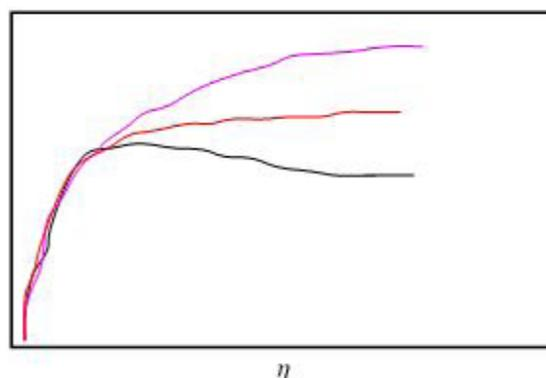

Figura 1. Curve di capacità di sistemi SDOF rispettivamente con ramo plastico incrudente (curve A), perfettamente plastico (curve B) e rammollente (curve C)
monodimensionale forza-spostamento, detta curva di capacità. La risposta statica è solitamente espressa in termini di taglio alla base e la deformazione è sintetizzata nello spostamento in sommità. Di fatto quindi, l'analisi della struttura di partenza è ricondotta a quella di un sistema ad un solo grado di libertà (SDOF) equivalente. In Figura 1 sono riportate tre curve di capacità tipiche, caratterizzate da un tratto iniziale elastico seguito da un comportamento post-elastico non lineare incrudente (curva A), perfetto (curva B) o degradante (C). Ovviamente nel caso di un sistema SDOF la curva di capacità è riconducibile immediatamente al legame costitutivo dello stesso. Nel presente lavoro è stato considerato il legame costitutivo rigido-plastico perfetto di una semplice colonna (sistema SDOF), valutando per via analitica, la risposta meccanica del sistema in relazione alle sue risorse plastiche, sviluppando le corrispondenti equazioni del moto. La forzante è un'onda quadra. Tale assunzione deriva dalla semplicità delle equazioni per poter ricavare una soluzione in forma chiusa. Si considerano solo effetti del primo ordine e le conseguenti equazioni sono da ritenersi valide in un comportamento assente da fenomeni di instabilità studiati già da altri autori. Il risultato ottenuto fornisce una criticità nel considerare il parametro "duttilità disponibile" nel senso classico del termine per strutture particolarmente rigide. Infatti si vedrà come esso non rappresenta il parametro più appropriato per valutare l'estensione del "campo plastico" disponibile di un sistema come definito in precedenza.
La figura 1 presenta la risposta allo stress di una pavimentazione in prossimità della cricca per diversi rapporti di modulo di taglio contro le profondità di crack. Le prove hanno dimostrato che per sottofondi rigidi si ottiene una maggiore resistenza alla diffusione della